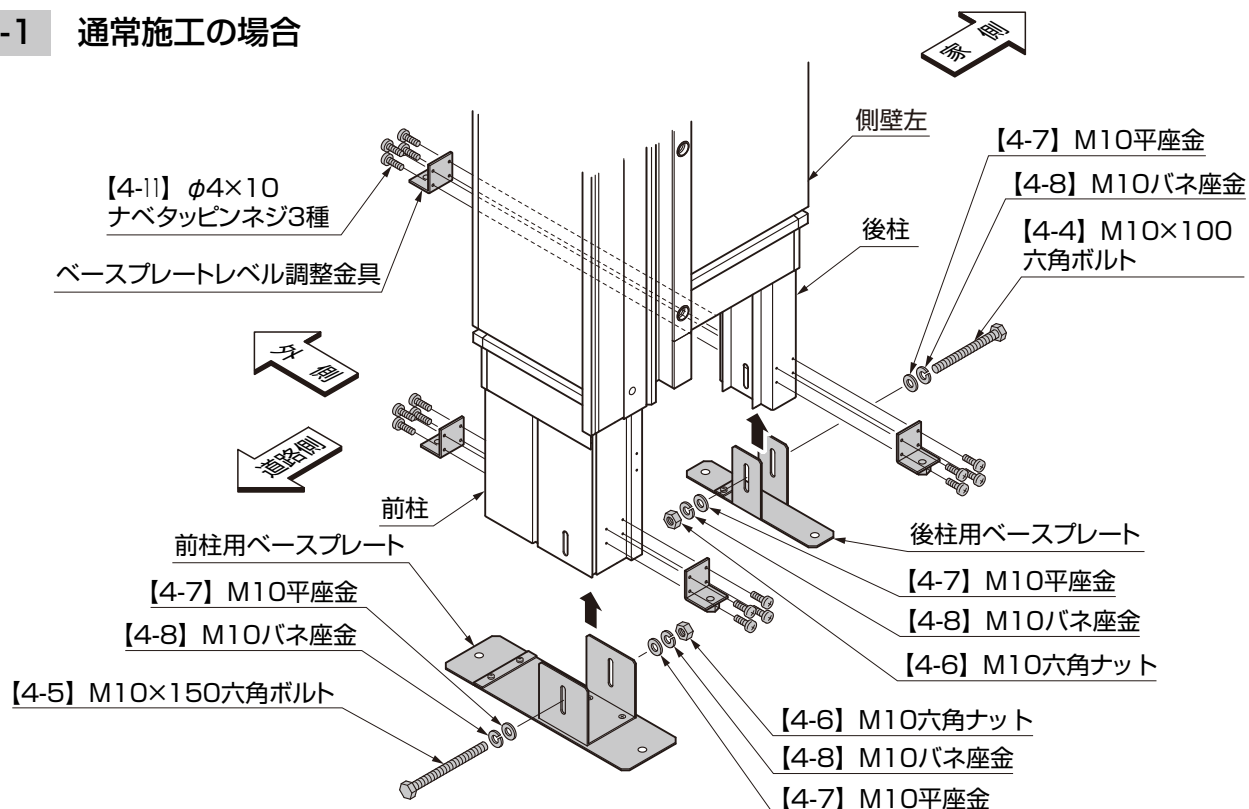

図3-1
- ①ベースプレートレベル調整金具を前柱と後柱に【4-11】で取付けてください。(図3-1参照)
- ②前柱用ベースプレートを前柱に【4-5】、【4-6】、【4-7】、【4-8】で取付けてください。(図3-1参照)
- ③後柱用ベースプレートを後柱に【4-4】、【4-6】、【4-7】、【4-8】で取付けてください。(図3-1参照)